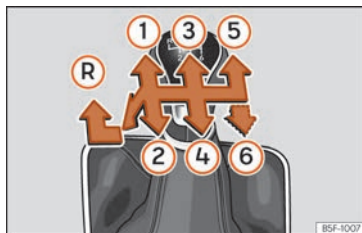

Abb. 152 Schaltschema bei einem 5-Gang bzw. 6-Gang Schaltgetriebe
Auf dem Schalthebel sind die Positionen der einzelnen Fahrgänge dargestellt **»» Abb. 152.**
- Schalthebel auf Leerlauf stellen und nach unten drücken, ganz nach links und dann nach vorne schieben, um den Rückwärtsgang **»» Abb. 152 (R)** einzulegen.